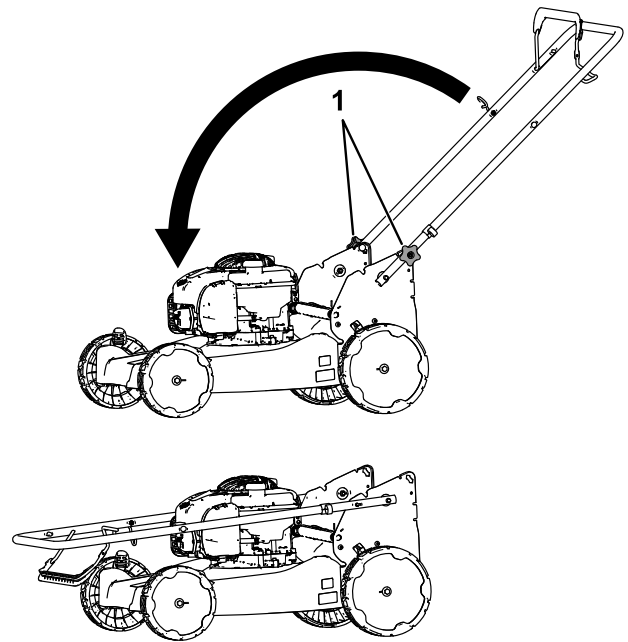

Figure 14
1. Retirez les boutons et les boulons de carrosserie du support de la poignée (Figure 14), et mettez-les de côté.
1. Boutons (2) et boulons de carrosserie (2) du guidon
2. Rabattez le guidon en avant comme indiqué à la Figure 14.